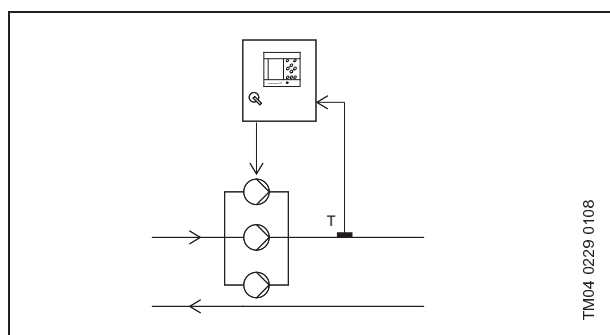

Fig. 12 Température de la tuyauterie d'écoulement
- Température tuyauterie avec un capteur, voir fig. 12.